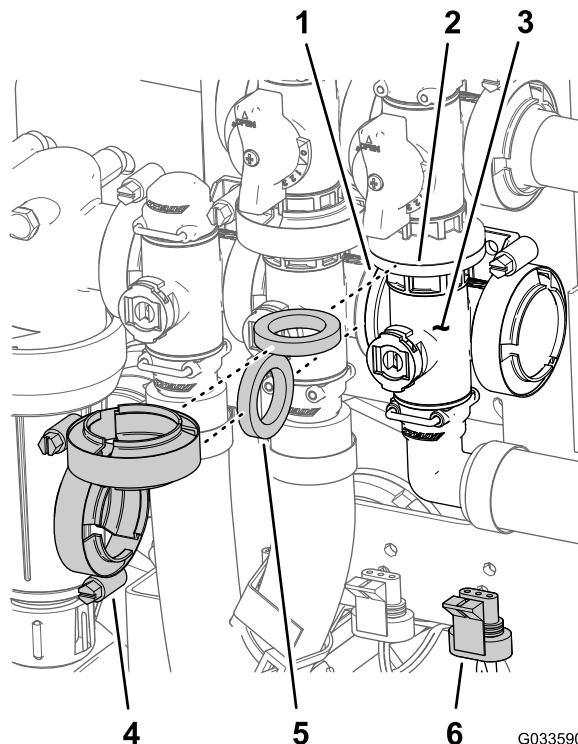

**Figure 128**
2. Montez la vanne de dérivation d'agitation, le joint et le collecteur de la vanne d'agitation avec un collier serré à la main (Figure 128).